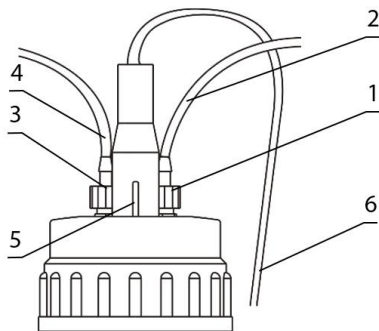
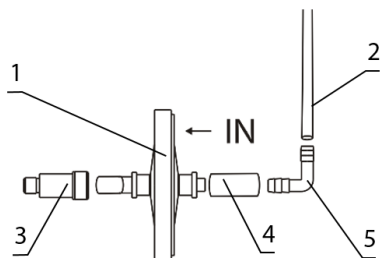
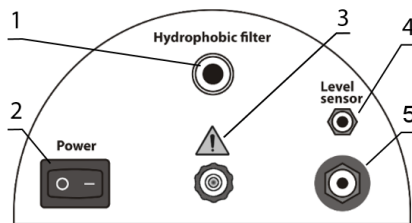

Рисунок 4. Крышка FTA-2i с датчиком и трубками
Рисунок 6. Схема фильтра на FTA-2i
Рисунок 7. Задняя панель FTA-2i
- Соберите фильтр (рисунок 6) и присоедините к разъёму насоса на задней стороне прибора (рис. 7/1).
Внимание! Установите фильтр так, чтобы маркировка **IN** была развёрнута от прибора (рис. 6/1).
- Присоедините фитинг (рис. 4/1) трубки с фильтром (рис. 4/2) к разъёму с **белым** кольцом на крышке.
- Убедитесь, что фильтр плотно сидит в гнезде крышки (рис. 7/1).
- Присоедините фитинг (рис. 4/3) трубки для жидкостей (рис. 4/4 и 5/3) к разъёму с **синим** кольцом на крышке.
- Присоедините провод датчика (рис. 4/5) к крышке и к разъёму на задней стороне прибора (рис. 7/4).
- Подключите внешний блок питания к разъёму на задней стороне прибора (рис. 7/5) и расположите его так, чтобы обеспечить свободный доступ к розетке и выключателю.
- 8.1. Различные аэрозоли и пары летучих и опасных веществ могут воздействовать на отдельные части прибора. В таблицах 1 и 2 ниже указаны совместимости материалов **FTA-1** и **FTA-2i** с распространёнными лабораторными химикатами. При работе с **FTA-2i** с летучими и опасными веществами, необходимо использовать выхлопной штуцер (рис. 7/3), соединив его трубкой с требуемой фильтрацией, или поместив весь прибор в вытяжной шкаф. В модели **FTA-1** нет выхлопного штуцера, необходимо поместить весь прибор в вытяжной шкаф. Перед продолжительной работой с конкретным химикатом, проверьте совместимость деталей. Biosan не гарантирует, что данные в таблице всесторонне и точно охватывают все материалы и применения.